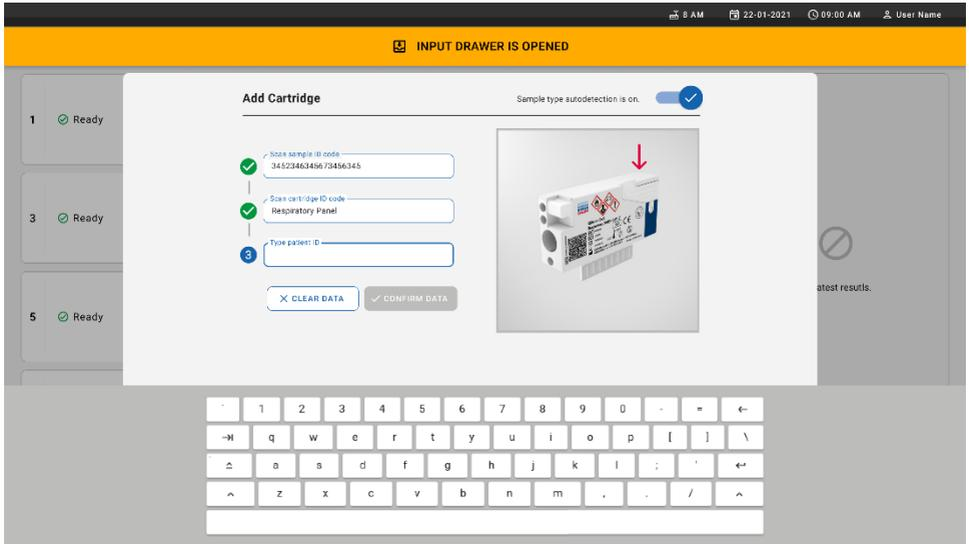

Figura 24. Pantalla para escanear el identificador del QIAstat-Dx Respiratory SARS-CoV-2 Panel Cartridge.
- Tras introducir el código de barras de ID de muestra, escanee el código de barras del QIAstat-Dx Respiratory SARS-CoV-2 Panel Cartridge que se debe utilizar (la posición se indica con la flecha). El QIAstat-Dx Rise reconoce de forma automática el ensayo que se va a ejecutar, en función del código de barras del QIAstat-Dx Respiratory SARS-CoV-2 Panel Cartridge (figura 24).